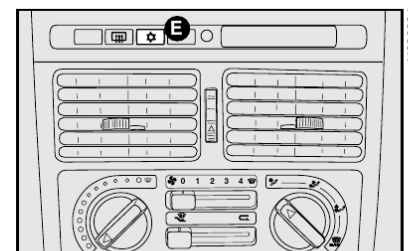

fig. 30a
**E** - Botão para ligar o ar-condicionado **E-fig. 30a**.
4) Ligar o ar-condicionado apertando o botão **E-fig. 30a**.